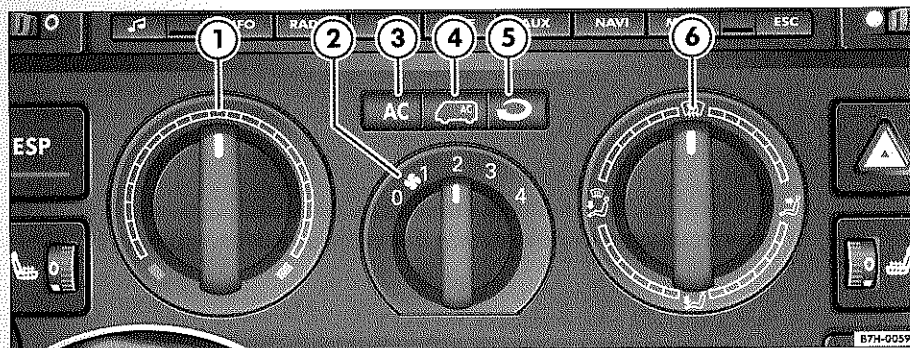
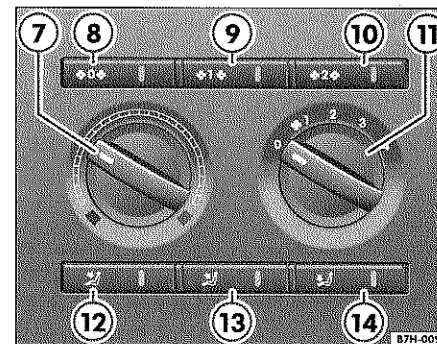

Fig. 4 Climatizador: mandos delanteros en el tablero de instrumentos
Fig. 5 Climatizador: mandos traseros en el techo del vehículo
– Gire el mando regulador de la temperatura ⇒ fig. 4 ①, el mando de la turbina ② o el mando regulador de la distribución de aire ⑥ para ajustar el caudal de aire, la temperatura o la potencia de la turbina.
- ① Mando regulador de la temperatura ⇒ página 8.
- ② Mando de la turbina. El caudal de aire exterior puede regularse en cuatro velocidades. La turbina debería funcionar constantemente a una velocidad baja para que el habitáculo permanezca bien ventilado.
- ③ Tecla [AC] – Activar o desactivar el sistema de refrigeración ⇒ página 8
- ④ Conmutador³⁾. Pulsando esta tecla se activan los mandos traseros situados en el techo del habitáculo ⇒ página 7.
- ⑤ Tecla [↻] – Recirculación de aire ⇒ página 9
- ⑥ Mando regulador de la distribución de aire
- ⑦ Tecla [↕] – Distribución de aire hacia arriba en las plazas traseras
- ⑧ Tecla [↕] – Distribución de aire hacia el centro en las plazas traseras
- ⑨ Tecla [↕] – Distribución del aire hacia la parte inferior de las plazas traseras
Los mandos traseros sólo funcionan si se activan mediante el conmutador ⇒ página 6, fig. 4 ④ y cuando el mando de la turbina ⇒ fig. 5 ⑪ se encuentra en una de las velocidades de 1 a 4.
Para desactivar los mandos traseros pulse de nuevo el conmutador ⇒ página 6, fig. 4 ④ o sitúe el mando de la turbina ⑪ en la posición 0.